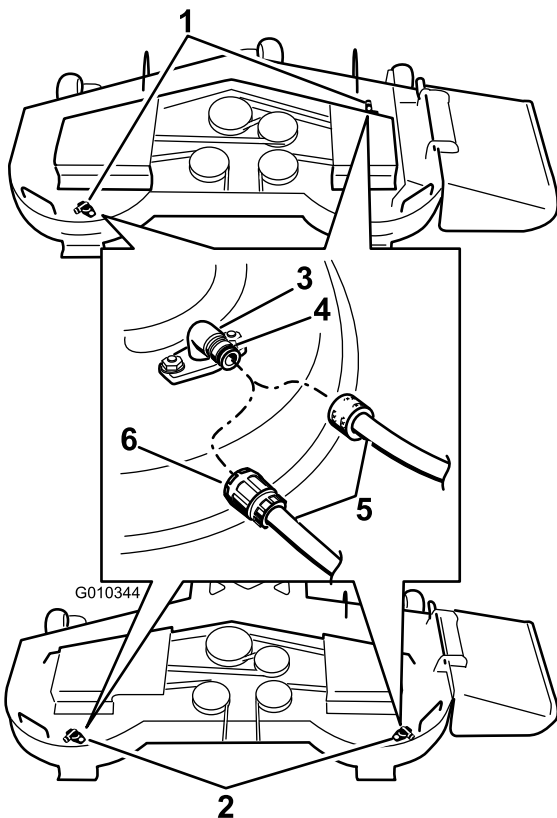

Figure 70
3. Branchez le raccord du tuyau d'arrosage à au raccord de lavage de la tondeuse et ouvrez l'eau en grand (Figure 70).